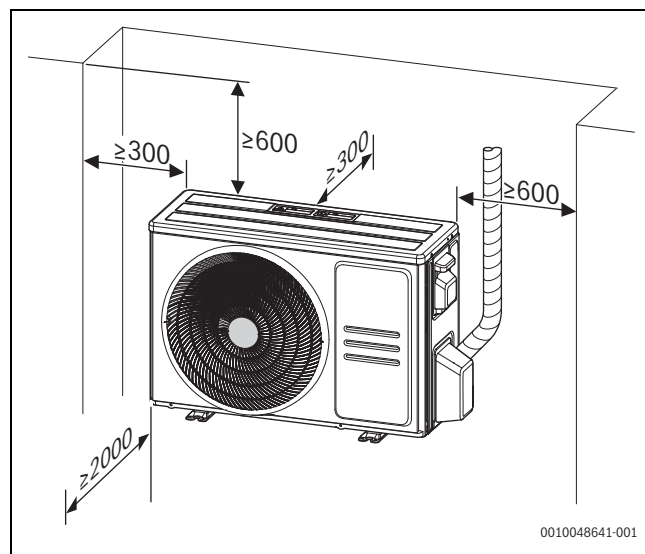
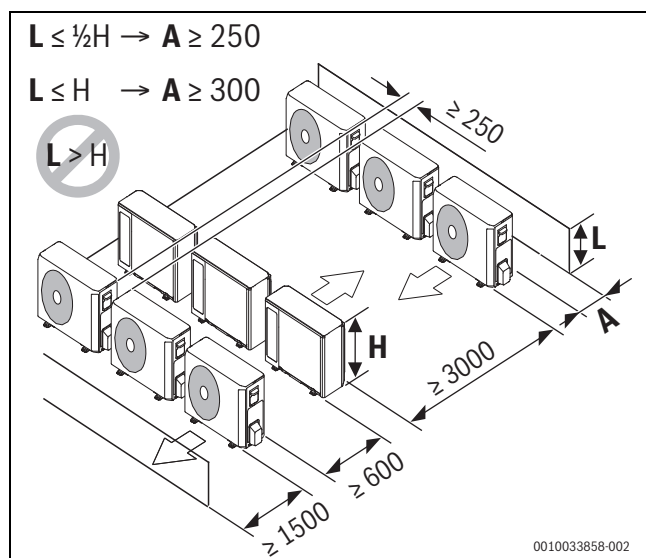

Bild 11 Mindestabstände Außeneinheit (Maße in mm)
Bild 12 Mindestabstände bei mehreren Außeneinheiten
- Die Mindestabstände zu Wänden und anderen Hindernissen müssen für eine gute Luftzirkulation sichergestellt sein (→ Bild 11 und Bild 12).
- Die Abmessungen der Außeneinheit müssen beachtet werden (→ Bild 12).